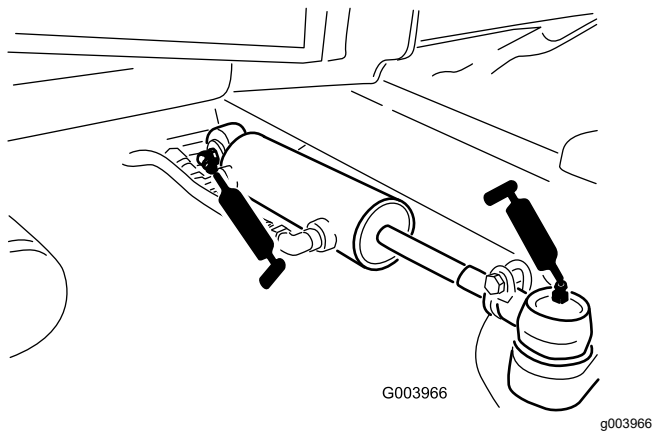

Figura 73
- Articulaciones esféricas del cilindro de dirección (2) (Figura 73)